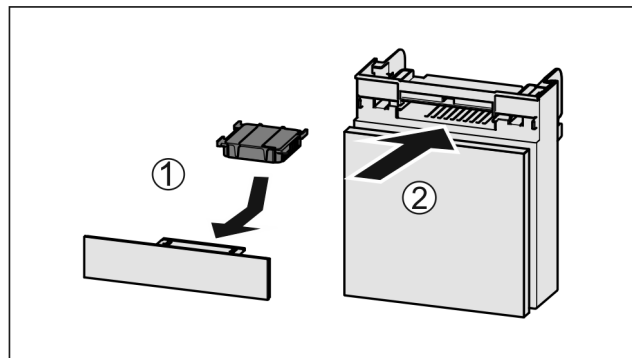

Fig. 144
- Aktivni ogljeni filter vstavite Fig. 144 (1) skladno s prikazom na sliki.
- Če je aktivni ogljeni filter obrnjen navzdol: Predal potisnite noter Fig. 144 (2).